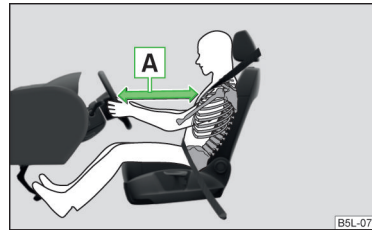

Abb. 9
- Für den Fahrer und Beifahrer ist es wichtig, einen Abstand von mindestens 25 cm zum Lenkrad bzw. zur Schalttafel einzuhalten **A** » **Abb. 9**. Wenn Sie den Mindestabstand nicht einhalten, kann Sie das Airbag-System nicht schützen - Lebensgefahr! Außerdem müssen die Vordersitze und die Kopfstützen immer der Körpergröße entsprechend richtig eingestellt sein.